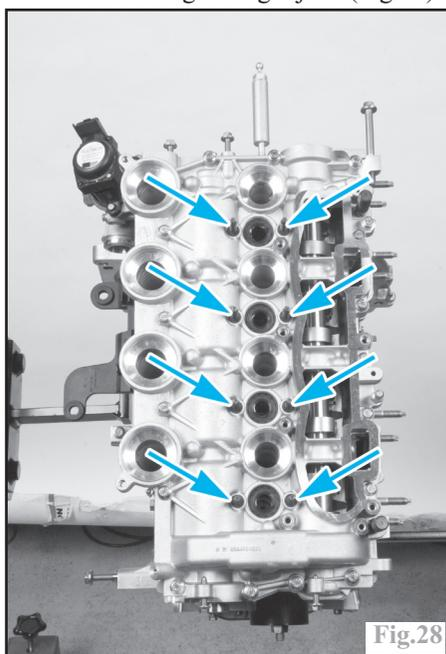

Fig.28
- vérifier le serrage des goujons (Fig.28).